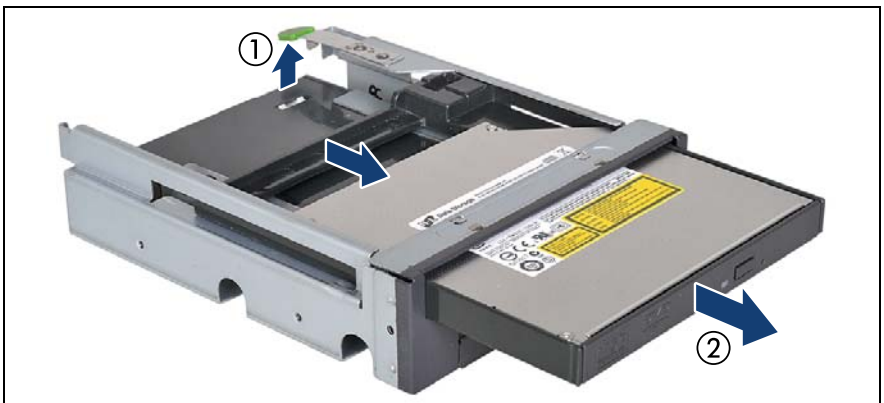

図 229: 薄型 ODD のマルチベイボックスからの取り外し
- ▶ 317 ページ の 図 229 に記載されているように、ロックレバーを押し上げて、薄型 ODD ダミーモジュールを外します。